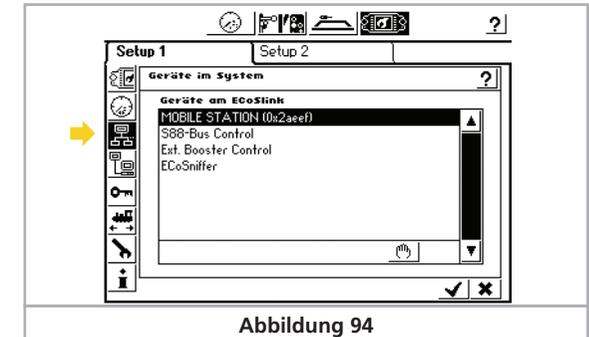

Abbildung 94
Sie erreichen es über das Setup-Menü „Gerätekonfiguration“ (vgl. Abb. 94): Wählen Sie aus der Liste der Geräte „External Booster Control“ aus und drücken Sie die „Edit“-Schaltfläche.
- Wählen Sie aus der Liste „Geräte am ECoSlink“ den Eintrag „s88-Bus Control“ aus (Siehe Abb. 94).